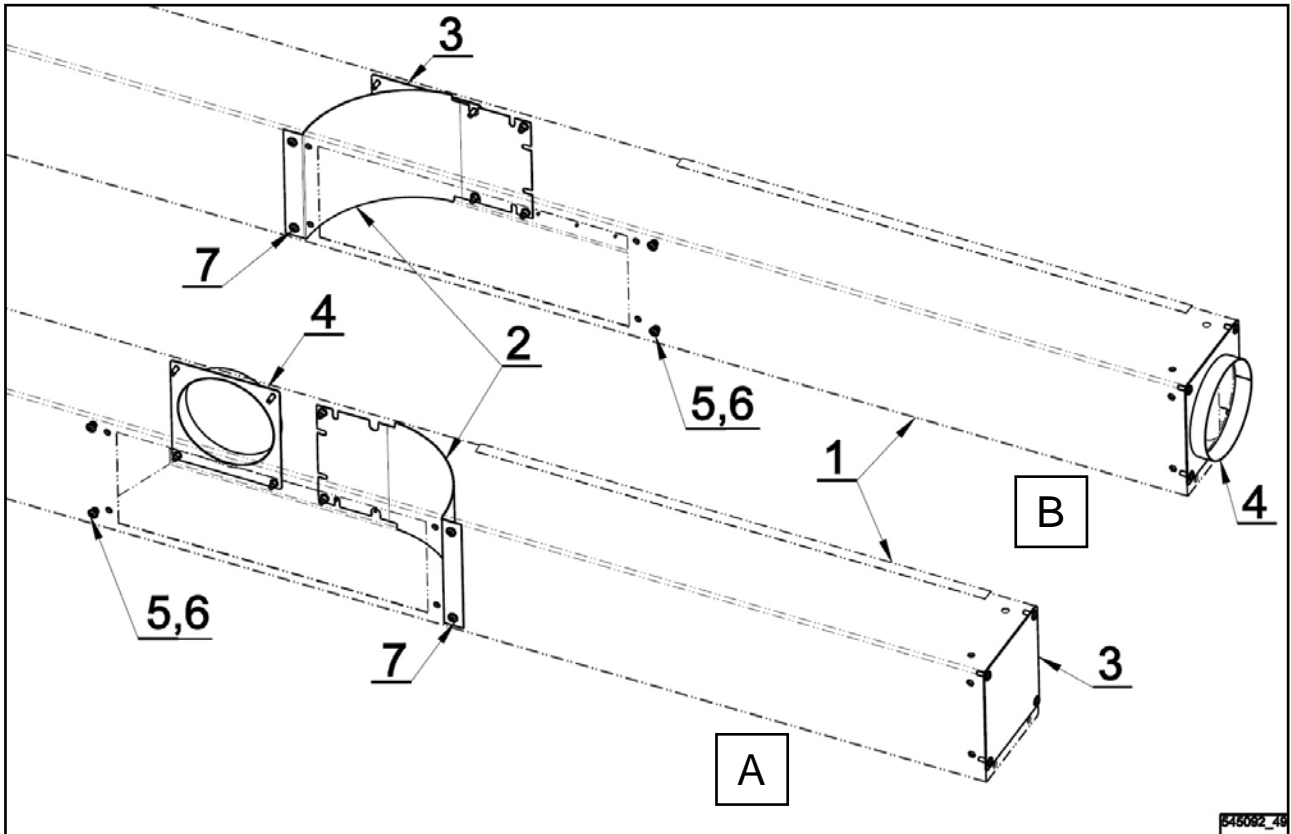

Figura 3.9.
- A – aspirazione dei vapori dalla parte posteriore della macchina: figura 3.9. – variante A e 3.5.A.
- B – aspirazione dei vapori dalla parte laterale (destra) della macchina: figura 3.9. – variante B e 3.5.B.
- modifica della posizione del diaframma di guida (2)
- cambio di posizione delle viti (5), (6) – 2x
- cambio di posizione del pezzo (3) e pezzo (4)